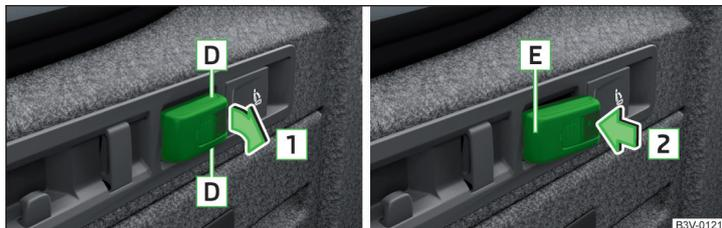

Fig. 144 Lampe amovible : Extraire / insérer
- et la faire sortir en la faisant basculer dans le sens de la flèche -1» fig. 144.
- Insérer d'abord la partie arrière **E** » fig. 144 de la lampe dans le support, puis appuyer dans le sens de la flèche **Z**, jusqu'à ce qu'elle soit enfoncée de façon audible.